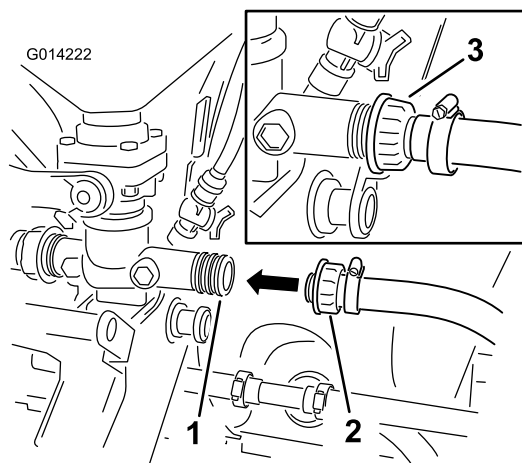

Figura 26
2. Instale a extremidade montada do tubo na abertura da válvula do misturador virada para trás (Figura 26). Prenda-o ao misturador com a porca de plástico.